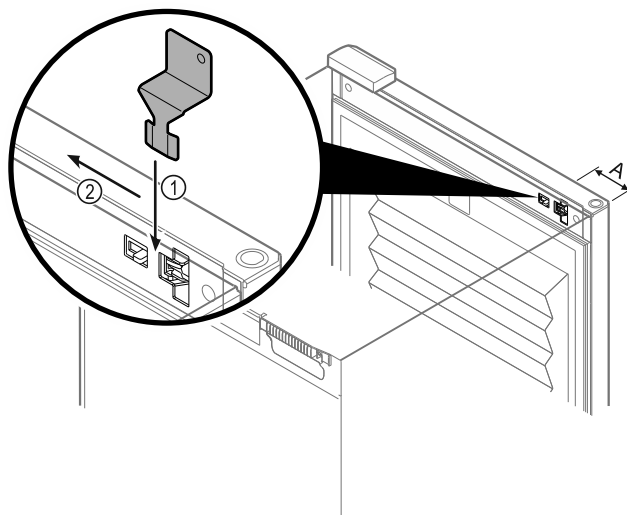

Fig. 136
- Posizionare la chiave di sblocco di emergenza nella posizione specificata Fig. 136 (A) ≈ 100 mm.
- Inserire la chiave di sblocco di emergenza Fig. 136 (1) tra la porta e il corpo dell'apparecchio dall'alto fino a battuta.
- Tirare la chiave di sblocco di emergenza verso la cerniera. Fig. 136 (2)